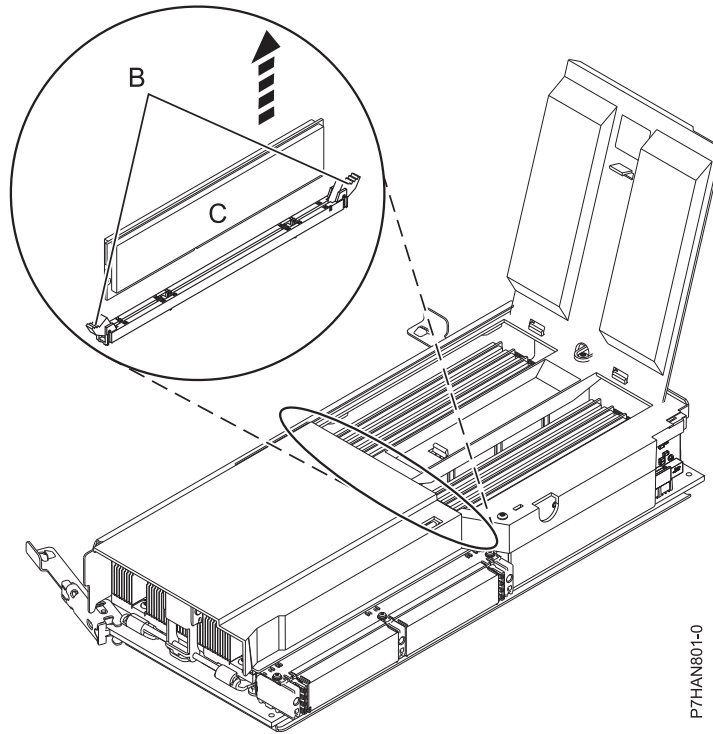

図 5. メモリー・モジュールの取り外し
11. 8 ページの図 5 に示すように、ロックング・タブ (B) を外側に押し下げて、メモリー・モジュールのロックを解除します。 メモリー・モジュール (C) を持ち上げて、コネクターから外します。 このタブ操作で、メモリー・モジュールがコネクターの外に押し出されます。